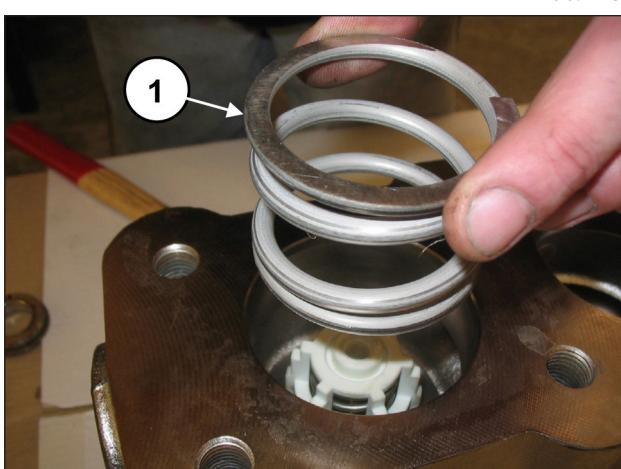

Abb. 126
Setzen Sie den Ring des Ventilsitzes (Pos. ①, Abb. 125) und die Feder (Pos. ①, Abb. 126) ein.